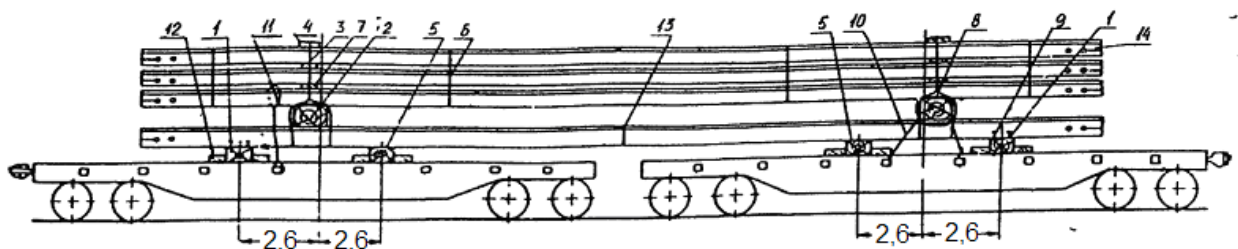

Рисунок 40
3.4.1. Рельсы размещают на сцепе из двух платформ (рисунок 40) в следующем порядке.